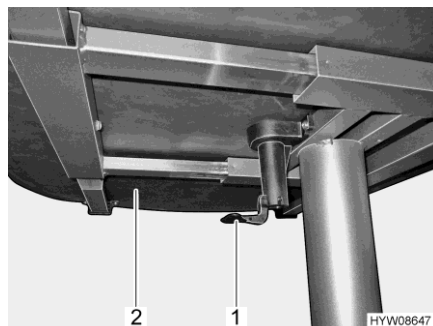

Fig. 43 Levier de déplacement du plateau de table
- Tirer le levier (Fig. 43,1) vers le bas ou l'enfoncer.
- Décaler le plateau de table (Fig. 43,2) dans la position désirée.